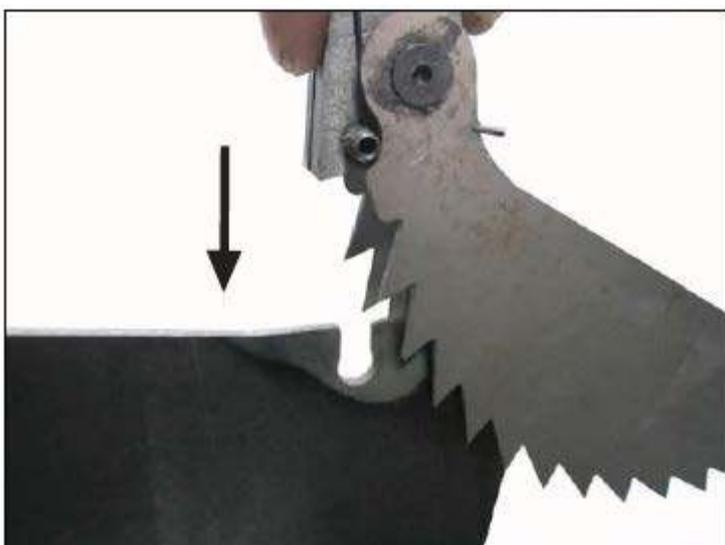

Рис. 19. Узел противоотбрасывающих упоров
15. Установить узел противоотбрасывающих упоров на распорке, как показано на рис. 19.